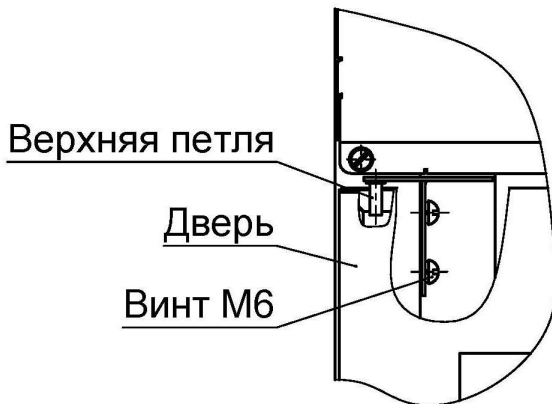

Рис. 5
10.2.3. Вставьте ось верхней петли (поставляется в комплекте дверей) в дверь и зафиксируйте ее винтами М6 на корпусе изделия (см. Рис. 5).